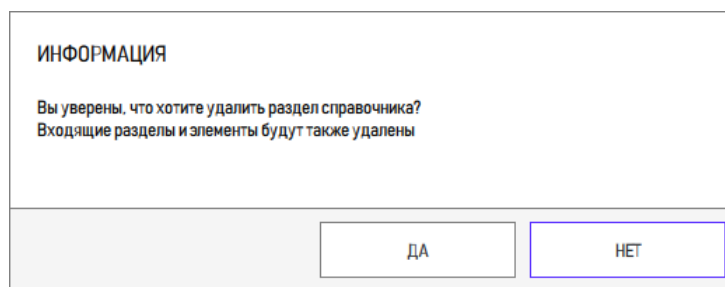

Рисунок 69 – Вид окна для подтверждения удаления элемента справочника
2) В открывшемся диалоговом окне нажать на кнопку «ДА» для подтверждения действия (рисунок 69).